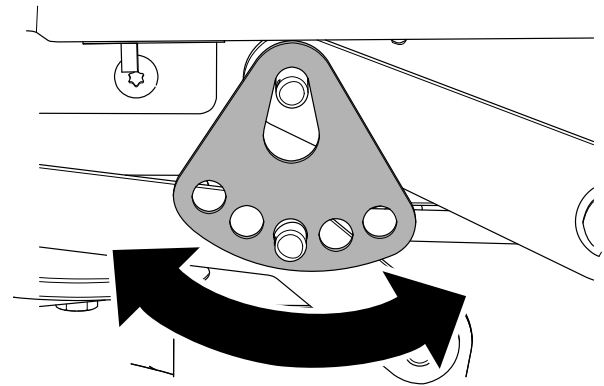

Bild 68
7. Drehen Sie die Schnittflächenplatte in ein anderes Loch, so dass sie das Gewicht des Mähwerks nach der Montage der Platte trägt (**Bild 68**).
8. Montieren Sie die Unterlegscheibe und den Splint (**Bild 68**).